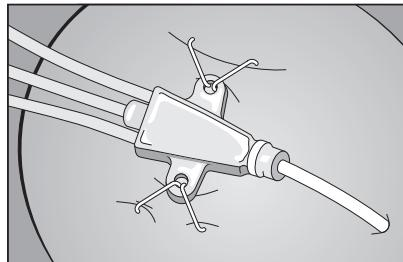

Figura 2
- Apriete firmemente el dispositivo de anclaje para cerrar la grapa y fijar el catéter a la piel (consulte la figura 2).